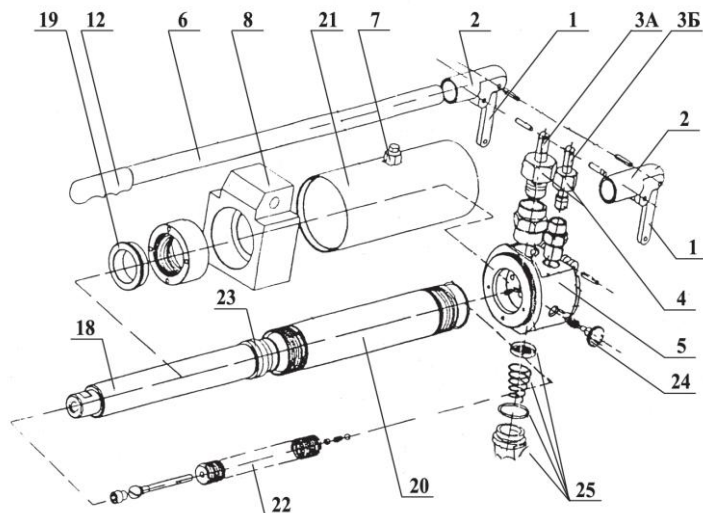

Рис.1
Трубогиб ручной (ТГ) с встроенными гидронасосами (см. Рис.1, Рис. 2) состоит из корпуса с рабочим цилиндром (5), верхней траверсы (10), нижней траверсы (17), упоров (13), 3-х опор (16), рукоятки насосов низкого и высокого давления (6) (ТГ-1 имеет один насос) и прилагаемых шаблонов (11). На нижней стороне корпуса (5) находится сливная пробка масляного резервуара с прижимной пружиной, уплотнительным кольцом и фильтром (25). Сетчатый фильтр прижимается к корпусу (5) пружиной, чем обеспечивается проход очищенного масла из масляного резервуара во всасывающую полость насоса.
1 – ограничительный рычаг рукоятки насоса	2 шт (Рис. 1,2)
2 – держатель рукоятки насоса	2 шт (Рис. 1,2)
3А – шток насоса высокого давления	1 шт (Рис. 1,2)
3Б – шток насоса низкого давления	1 шт (Рис. 1,2)
4 – прижимная гайка плунжера насоса	2 шт (Рис. 1,2)